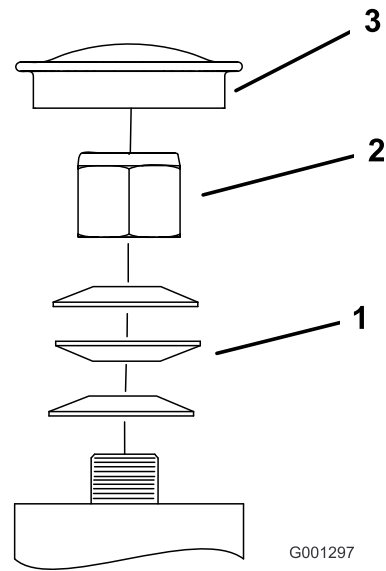

Figure 62
3. Retirez le capuchon antipoussière de la roue pivotante et serrez le contre-écrou (Figure 62).
4. Continuez de serrer le contre-écrou jusqu'à ce que les rondelles élastiques soient aplaties, puis desserrez-le de 1/4 de tour pour obtenir la précharge correcte des roulements (Figure 62).
Important: Veillez à placer les rondelles élastiques comme illustré à la Figure 62.
5. Remettez le capuchon antipoussière en place (Figure 62).